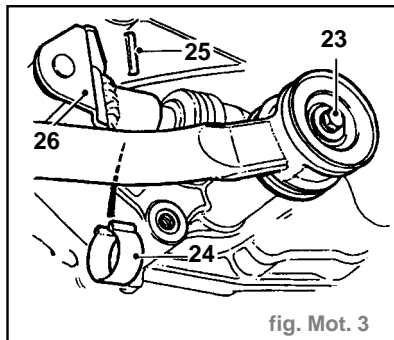

fig. Mot. 3
- Enlever le boulon (23) et débrancher la barre d'appui de changement de vitesses de la boîte de vitesses puis récupérer 2 rondelles (fig. Mot. 3).